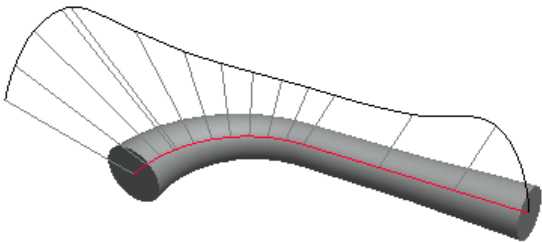

图 11.2.52 曲线分布图
① 选择 GROUP_1 作为测量类型。
② 选中 ☒ **默认** 复选框，采用默认参考。
③ 在 **计算设置** 区域设定参数为 XSEC_AREA，区域为“整个场”。
④ 单击 **计算** 按钮，此时系统显示图 11.2.51 所示的曲线图，并在模型上显示出分布图，如图 11.2.52 所示。